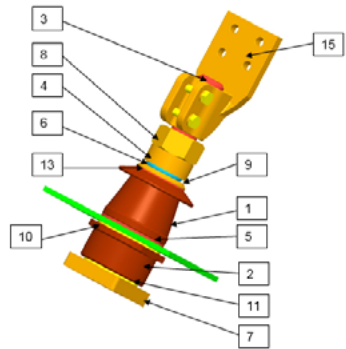

Figure 5
- Le boulon avec rondelle inférieure (3) doit être installé comme illustré à la figure 5 (l'isolant inférieur (2) avec les joints (11) et (10) et avec le boulon), à travers le trou du réservoir.
- Assembler les composants : (5), (1), (13), (9), (6), (4), (8) et une fois que la douille de l'isolant est pleine d'huile, l'air à l'intérieur doit être retiré en dévissant l'écrou (8) et enfin, le couple nominal doit être appliqué à l'écrou supérieur (voir le tableau 18).